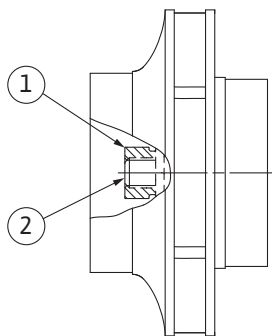

Fig. 111: Správná poloha matice oběžného kola po namontování
8. Pevně utáhněte hřídel plochým klíčem (velikost 22 mm) a utáhněte matici oběžného kola předepsaným utahovacím momentem (viz tabulka „Utahovací momenty“ [► 33]). Matice (Fig. 111, poz. 1) musí být přibližně $\pm 0,5$ mm v jedné rovině s koncem hřídele (Fig. 111, poz. 2). Pokud tomu tak není, matici povolte a opakujte úkony podle kroků 4 až 8.